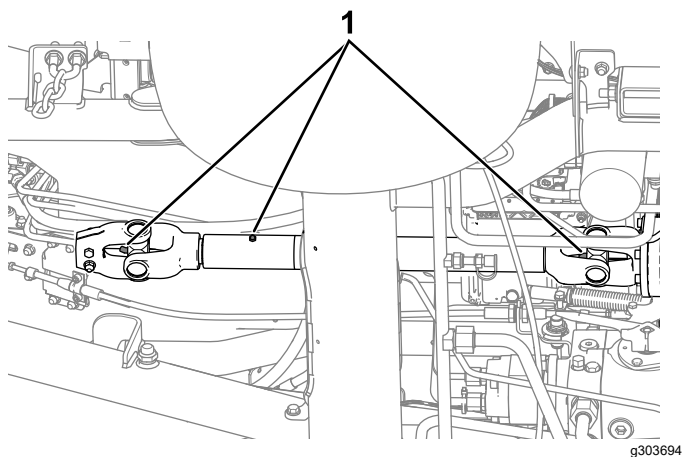

Figure 46
- Arbre d'entraînement de PDF (Figure 46)